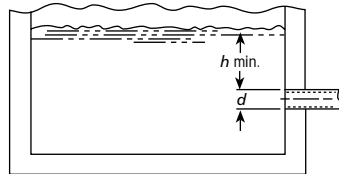

Figure 3
- S'assurer que le diamètre (d) et la hauteur d'immersion (h) de l'orifice d'entrée du tuyau d'aspiration sont suffisants pour empêcher l'aspiration d'air par vortex (fig. 3 à 6).